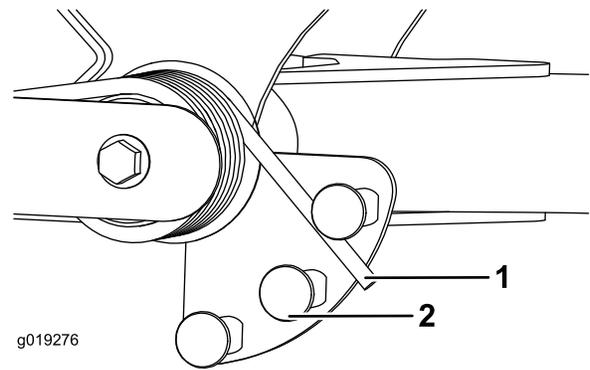

Figura 30
2. Coloque un tubo u otro objeto similar sobre el extremo largo del muelle y gírelo alrededor del actuador del muelle a la posición deseada (Figura 30).